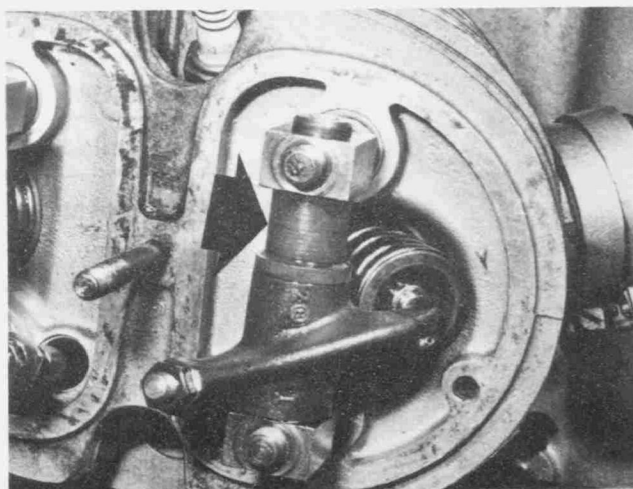

Bild 105
- Kann sich das auf der Kipphebelachse befindliche Abstandstück nicht frei drehen, ist es schwierig, das Ventilspiel korrekt einzustellen. Das Abstandstück muss sich ohne Axialspiel frei drehen (Bild 105).